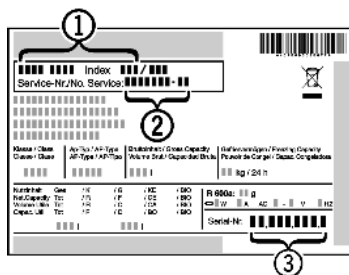

Fig. 34
- ▶ Apparaataanduiding Fig. 34 (1), service-nr. Fig. 34 (2) en serie-nr. Fig. 34 (3) van het typeplaatje aflezen. Het typeplaatje bevindt zich aan de linkerkant binnen in het apparaat.
- ▶ Contact opnemen met de Technische Dienst en het probleem, apparaataanduiding Fig. 34 (1), service-nr. Fig. 34 (2) en serie-nr. Fig. 34 (3) mededelen.